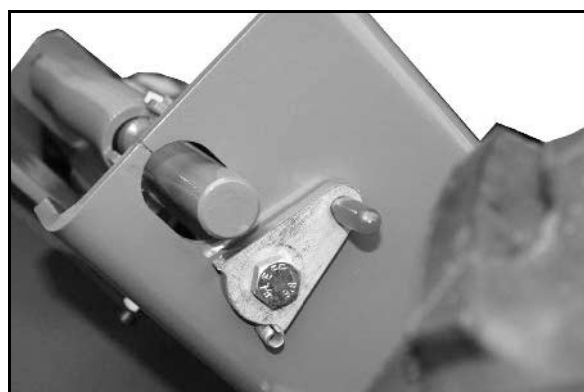

Рис. 25
1. Установите шаровой кран (Рис. 25/1) в положение В.
3. Установите стопорный рычаг соответствующим образом (см. Рис. 25).